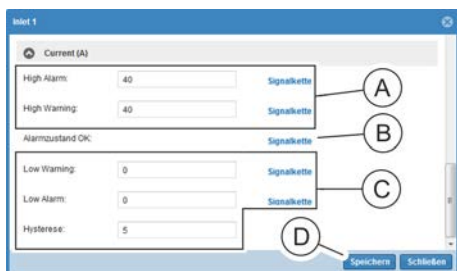

Abb. 171: Fenster "Inlet <Nr.>"
4. ➤ Im Bereich „Current (A)“ einen Wert für „High Alarm“ und „High Warning“ eingeben (Abb. 171/Ⓐ) und eine Signalkette zuweisen. Dazu auf die Schaltfläche „Signalketten“ klicken.
6. ➤ Im Bereich „Current (A)“ dem Parameter „Alarmzustand OK“ (Abb. 171/Ⓒ) bei Bedarf eine Signalkette zuweisen (analog zu Schritt 4 und 5).
7. ➤ Im Bereich „Current (A)“ einen Wert für „Low Warning“, „Low Alarm“ und „Hysterese“ eingeben (Abb. 171/Ⓒ) und eine Signalkette zuweisen (analog zu Schritt 4 und 5).
- 9. ➔ Auswahl über die Schaltfläche „Speichern“ (Abb. 171/Ⓞ) bestätigen.